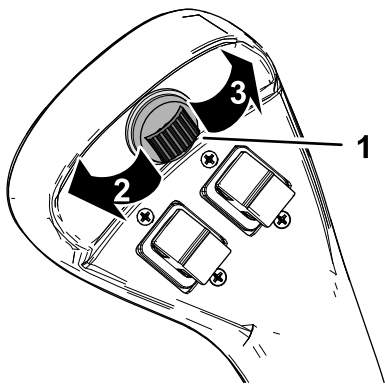

Figura 15
Utilice el interruptor del implemento secundario (Figura 15) para controlar determinados implementos opcionales.
- Presione el interruptor del implemento secundario hacia la derecha hasta que se bloquee en esa posición para accionar un implemento hidráulico en dirección hacia adelante (Figura 15). Utilice el interruptor del implemento principal para controlar la función; consulte Interruptor del accesorio principal (página 16).